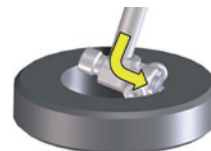

Fig. 2
1. Para inserir o instrumento no furo a ser medido, ou no anel de calibração, incline a haste de forma que as guias entrem em primeiro lugar seguido pelo batente como mostrado. **(Fig. 2)**